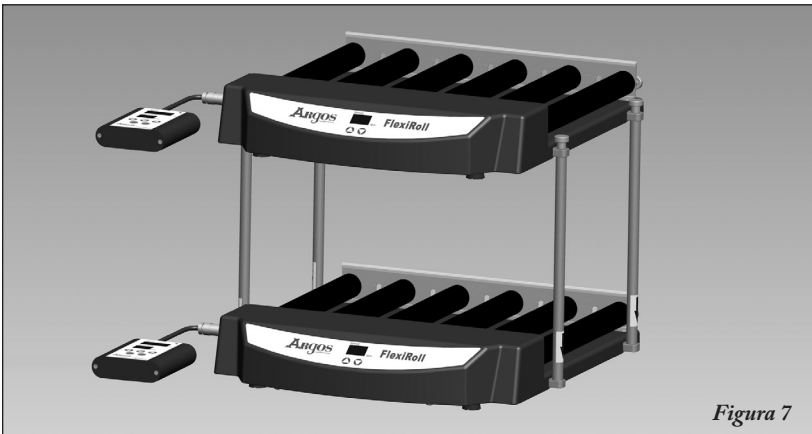

Figura 7
7. Fissare il tappo alla sommità dell'asta di impilamento (Figura-7).
Il FlexiRoll dovrebbe apparire come l'unità indicata nella Figura 7.